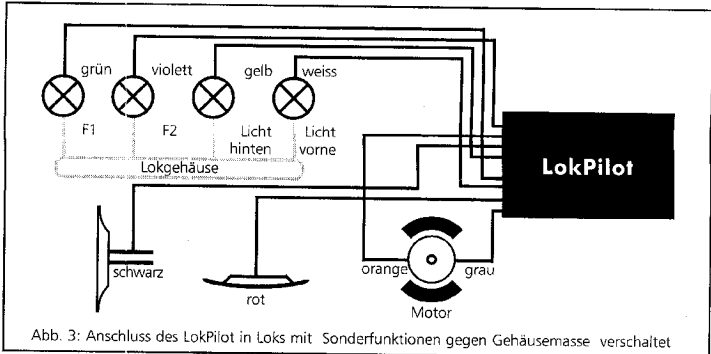

Abb. 3: Anschluss des LokPilot in Loks mit Sonderfunktionen gegen Gehäusemasse verschaltet
- Die Lampen/Funktionen sind gemeinsam gegen die Lokmasse geschaltet (z.B. fast alle Märklin® Lokomotiven sowie ältere Fleischmann- oder ROCO-Loks). Diesen Fall zeigt Abb. 3
Loks, die nach Abb. 3 verschaltet werden, benötigen nach wie vor einen analogen Raucheinsatz.